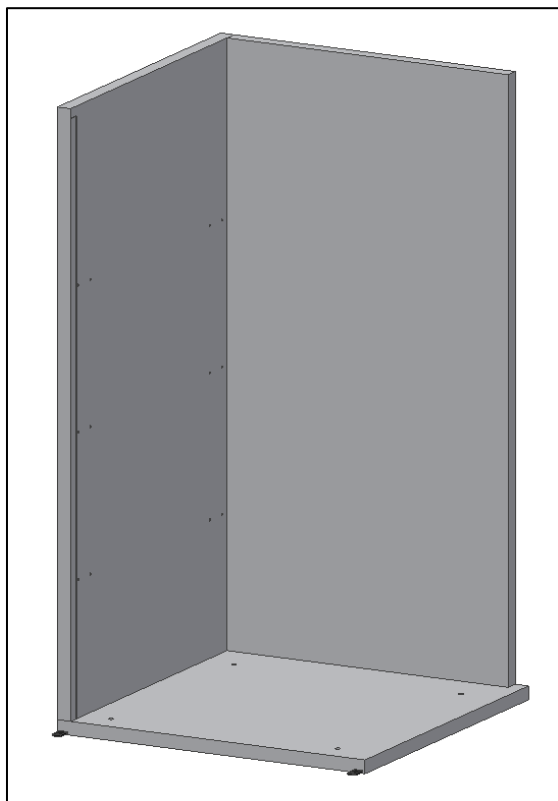

Fig. 4
- Inserire il **pannello laterale sinistro** sul pannello del fondo e fissare solo al fondo (Fig.4).